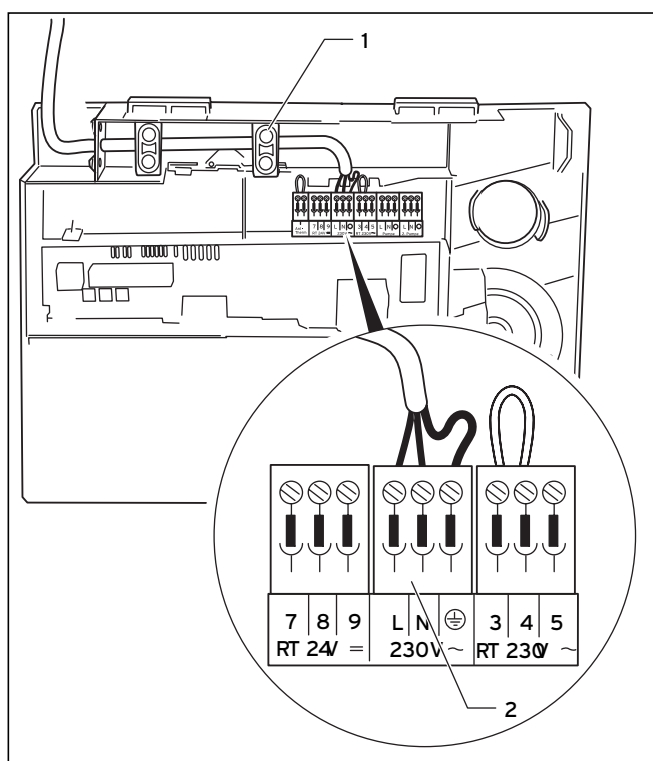

Fig. 5.7 Tilslutning af netledningen
- Sørg for at sikre ledningerne med trækafastninger (1 fig. 5.7 og 5.8).
- Læg nettilførslen hen til tilslutningsniveauet i kontrolboksen som vist på fig. 5.7.
- Sørg for at sikre ledningerne med trækafastningen (1).
- Tilslut nettilførslen til de dertil beregnede klemmer L, N og L i systemet ProE (2).